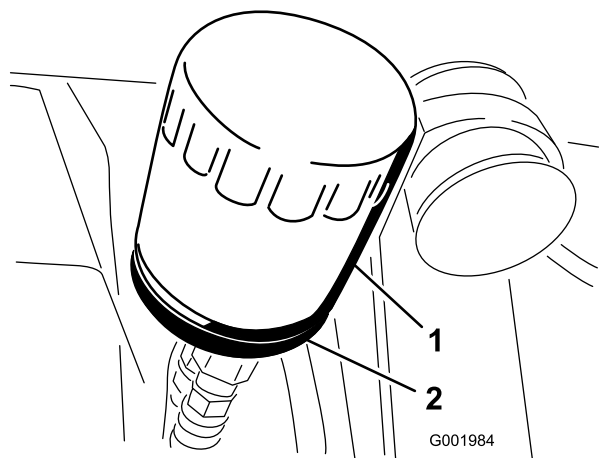

図 49
2. オイルフィルタ (図 49) を外す。
じ込み、そこから更に 1/2 回転増し締めする (図 49)。